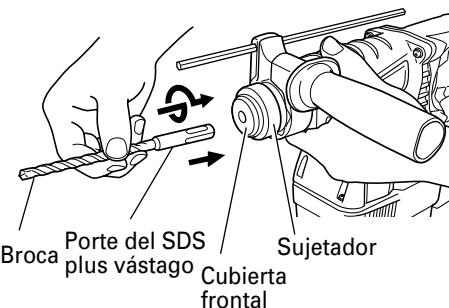

Fig. 7
3. Montaje de la broca (Fig. 7)
- (1) Limpie la parte de la espiga de la broca de taladro.
- (2) Introduzca la broca de taladro en el portaherramienta, retorciéndola hasta que quede enclavada. (Fig. 7)